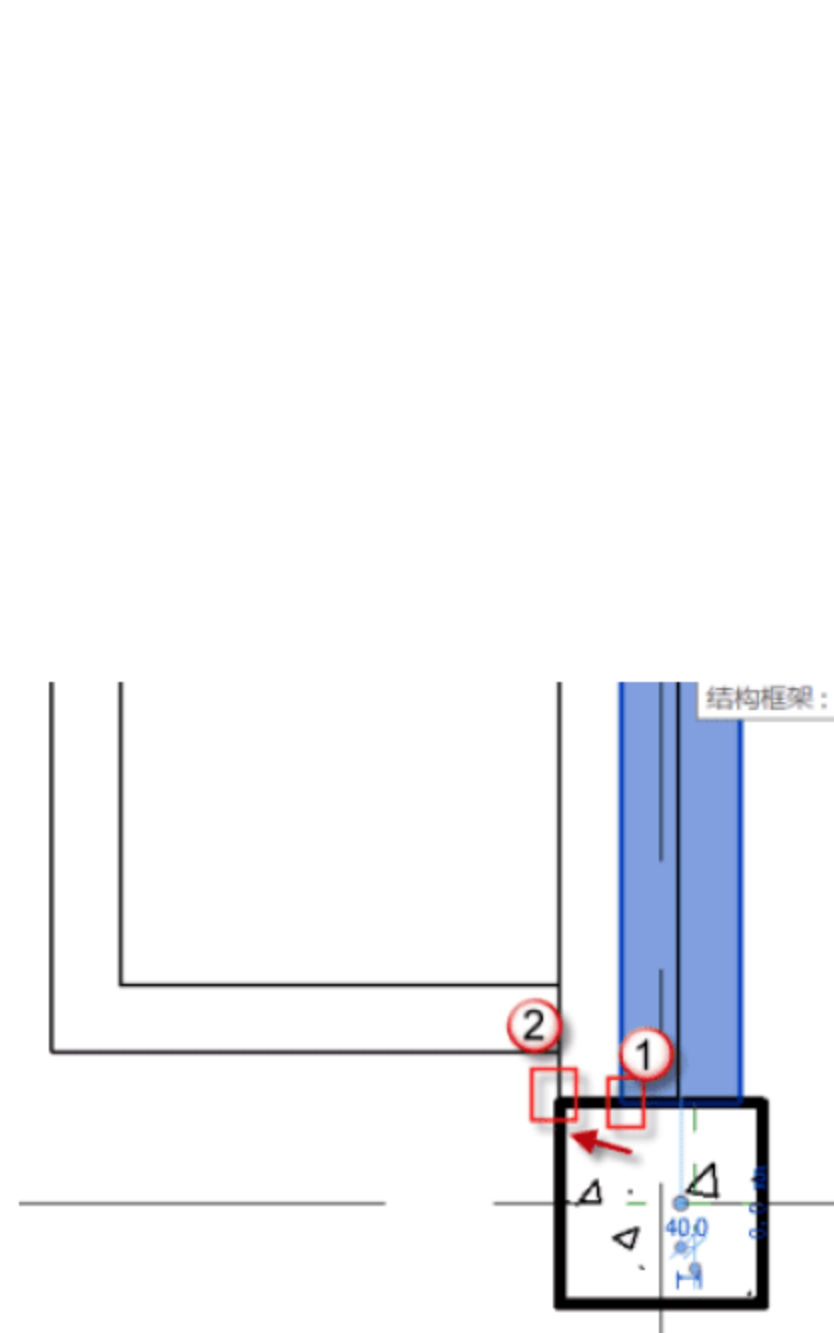
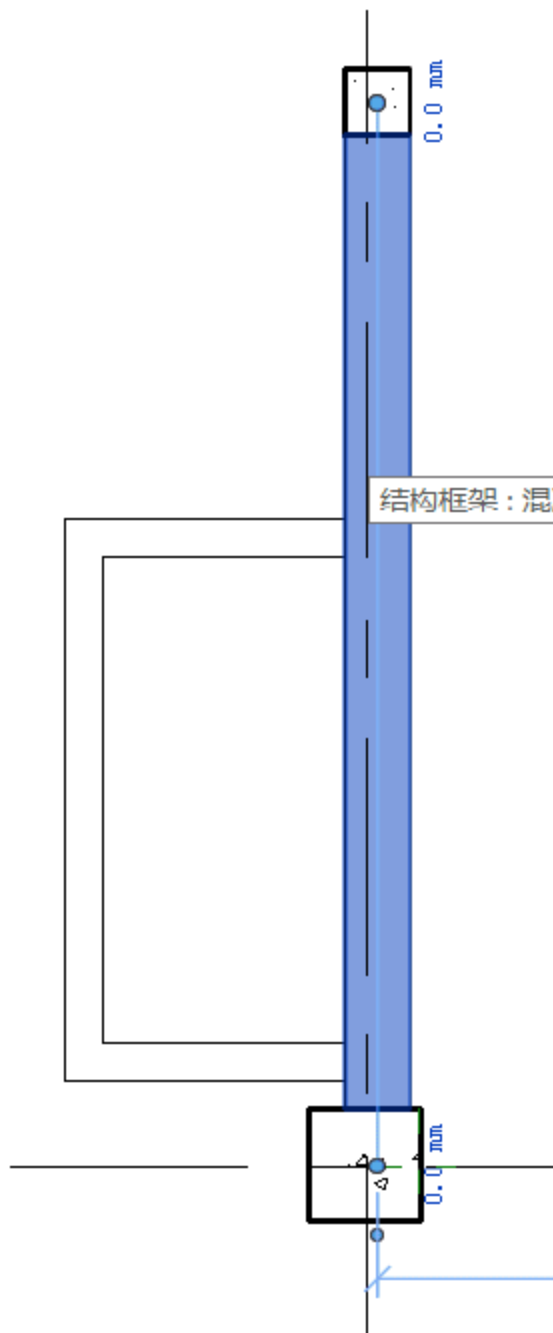

图 5.3.10 调整 L-1 梁位置
图 5.3.11 L-1 绘制完成
(7) 绘制 L-1。按快捷键 B+M（绘制梁命令），在“属性”面板中选择“混凝土-矩形梁”梁类型，选择 L-1 梁，调整梁的位置，如图 5.3.10 所示，最后将 L-1 绘制在梁定位处，如图 5.3.11 所示。